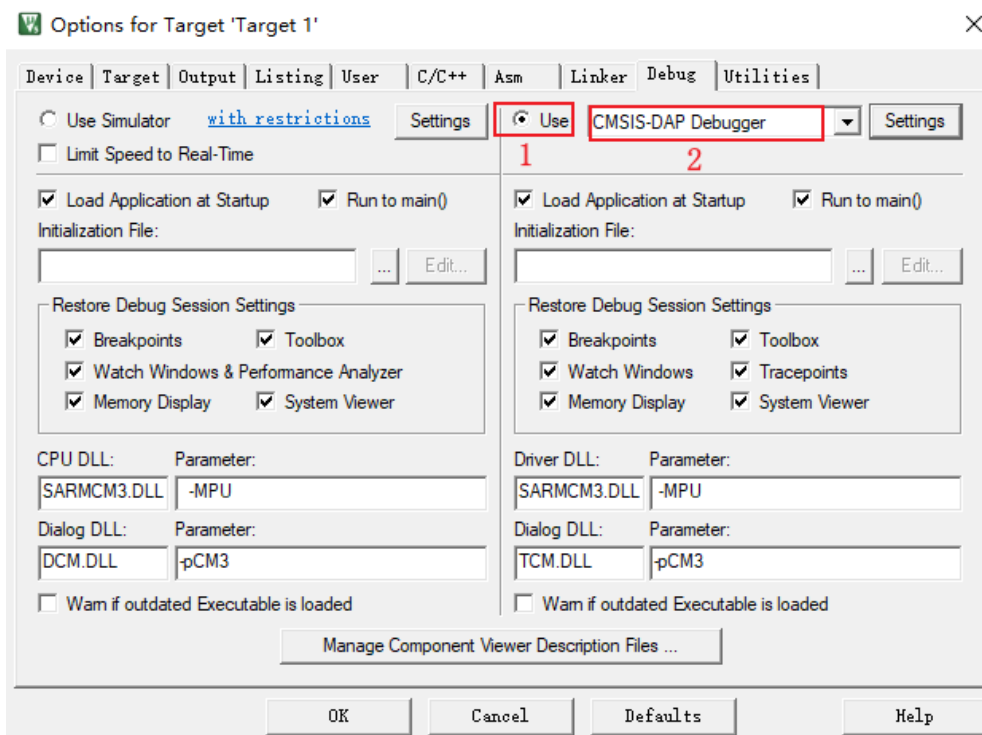

图 1.33 Debug 界面的设置
3. 设置 Debug 栏，选择 CMSIS-DAP Debugger，如下图 1.33 所示。